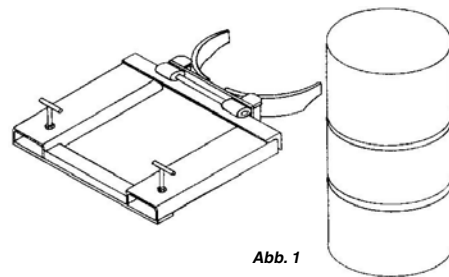

Abb. 1
5. Heben Sie das Produkt nun an und positionieren Sie das Fass so, dass sich die Greifer direkt unter der oberen Wölbung des Fasses befinden (Abb. 1).